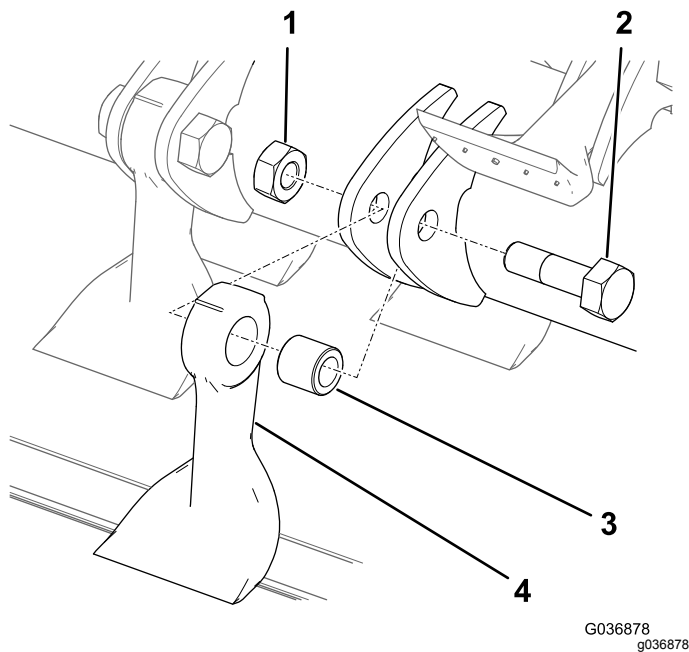

Figura 63
8. Afferrando la lama con un panno o un guanto imbottito, rimuovete il dado, il bullone, la boccola e la lama (Figura 63).
10. Montate una nuova lama e boccola con un nuovo dado e bullone della lama (Figura 63).